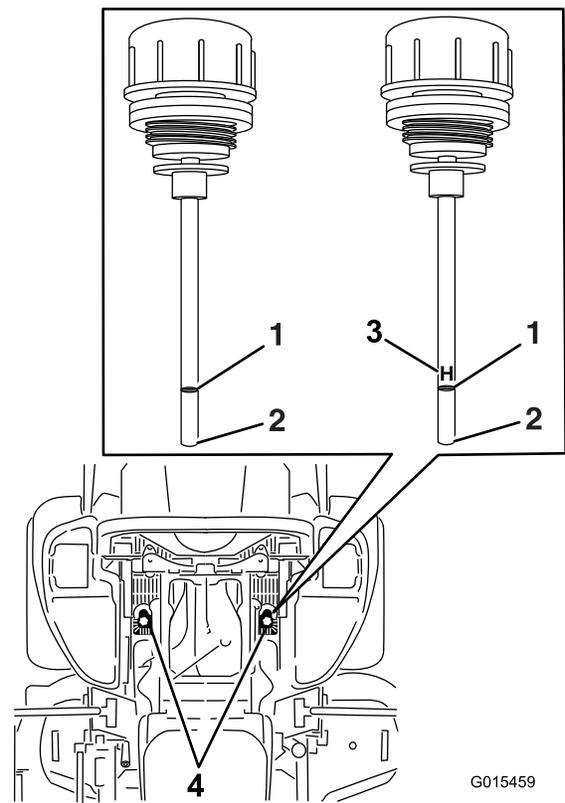

Figura 84
6. Limpie la zona alrededor de las varillas de los depósitos del sistema hidráulico (Figura 84).
7. Retire una varilla del depósito de aceite hidráulico (Figura 84).
9. Retire la varilla e inspeccione el extremo (Figura 84).